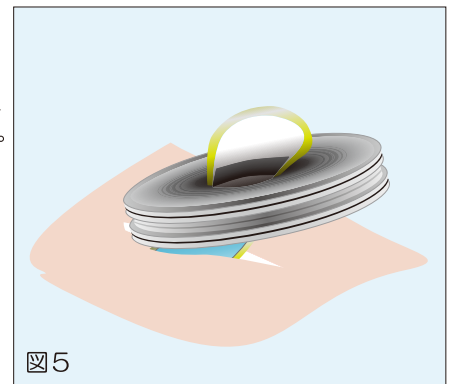

図5
- 2.フレキシブルリングを腹壁の前側に密着させながら、創内にゆっくり押し広げる。(図5)